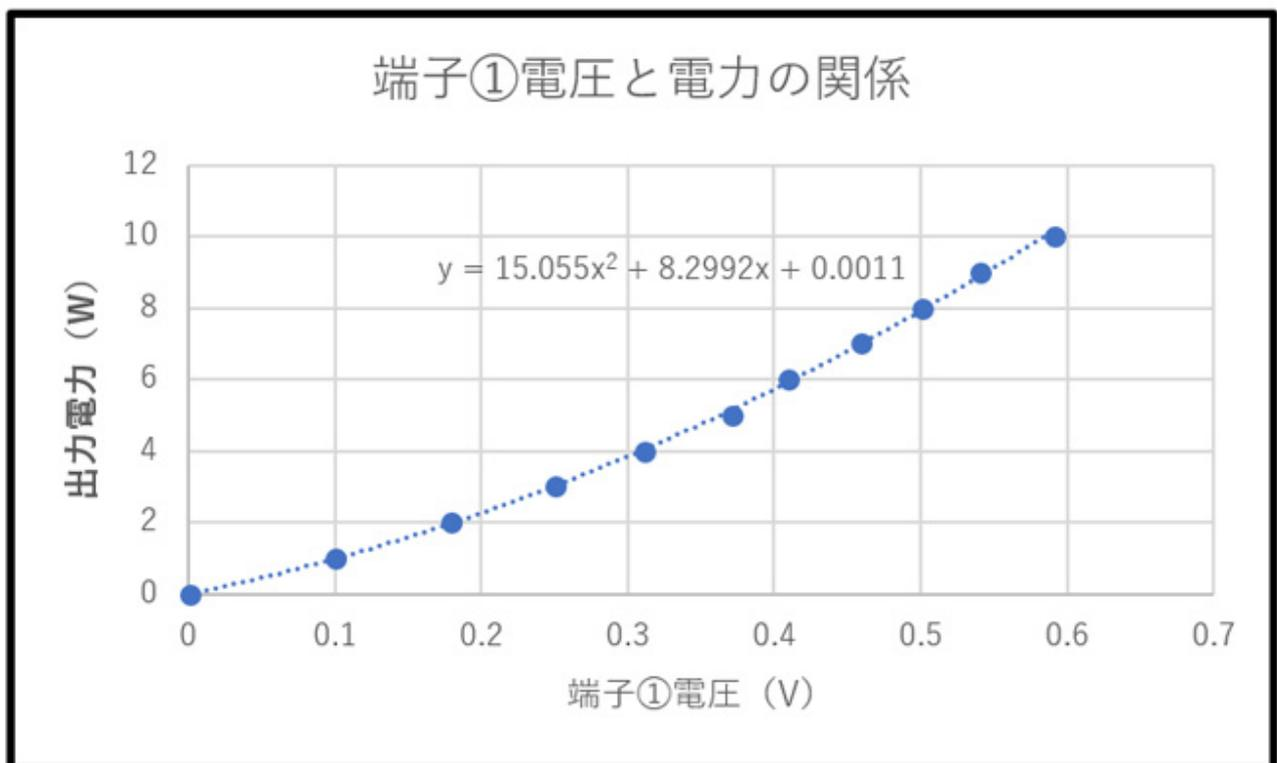

図 3 端子①電圧と出力電力の関係
表 1 の進行波電圧端子の電圧を x、IC-705 の出力電力設定値を y として散布図(x-y グラフ)を描くと図 3 のようになりました。Arduino で出力電力を表示するためには、端子③の電圧(端子①電圧とほぼ同じ)からこの図の関係を使って、出力電力を端子③電圧から求めます。図 3 から、電力と電圧の関係は二次関数で近似できそうなので Excel の近似機能を使って近似式を求めると図 3 中に見える次のような式になります。
この式で、x は①端子電圧に相当し、y は出力電力に相当します。端子③の電圧が測定できれば、この式の x に端子③の電圧をいれることで、その時の出力電力がわかるわけで Arduino のプログラム中にこの式を入れます。(図 3 では「端子①電圧…」と記載してありますが、端子①の電圧と端子③の電圧は、表 2 のようにほぼ同じ値でしたのでこのような説明をさせていただきました。)